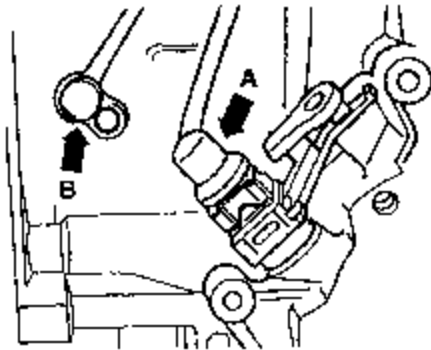

图 8-40 拆卸转速传感器
(14) 拆下万向轴和变速箱连接的螺栓。拆下变速箱左前部的发动机转速传感器 G28，如图 8-40 箭头 B 所示。
(15) 拔下变速箱上速度测量表插头（图 8-40 所示箭头 A）。拆下排气系统前部部件。